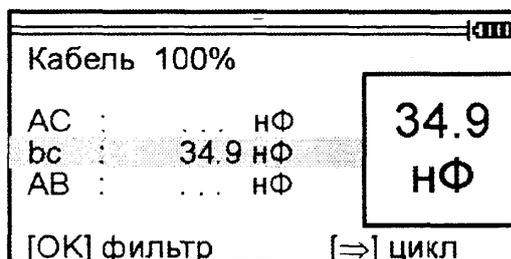

Рис. 1.13. Состояние экрана при измерении емкости проводников
3. Измерение емкости проводников линии связи. Выбрать режим ЕМКОСТЬ путем нажатия соответствующей сенсорной кнопки на передней панели прибора (см. рис. 1.2). Собрать схему измерений для исследования кабеля 1 длиной 100 м. Выполнить измерение емкости первой пары проводников. Для этого клеммы А, В, С прибора ИРК-ПРО АЛЬФА посредством внешних проводников, входящих в комплект кабеля, подключить к клеммам стенда А1, А2, А5. Две правые клеммы В1 и В2 должны быть свободными от присоединения внешних проводников. Состояние экрана при проведении этих измерений показано на рис. 1.13. Записать три значения емкости для первой пары проводников между собой и относительно экрана, перемещаясь с помощью сенсорных кнопок ▲ и